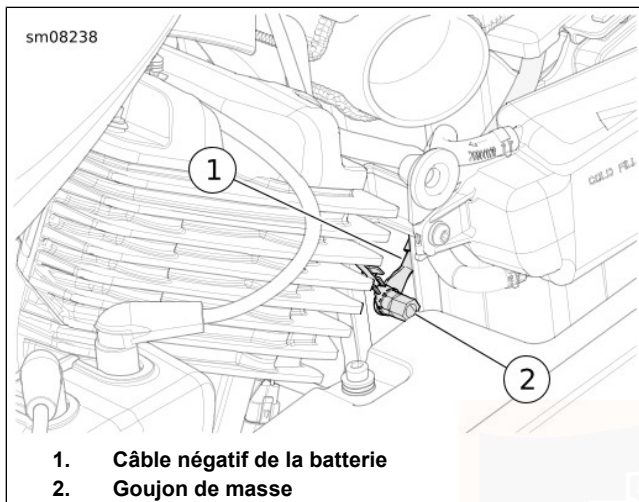

Figure 48. Câble de masse de la batterie
9. Voir Figure 48. Déconnecter le câble négatif de la batterie (1) du goujon de masse (2).
5. Voir Figure 48. Connecter le câble négatif de la batterie (1) au goujon de masse (2).